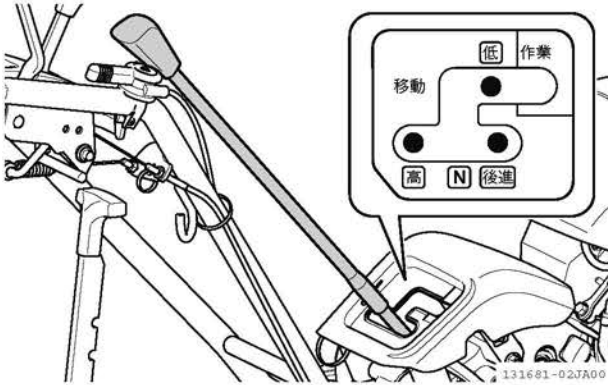

図 2-25 変速レバー
1. 変速レバーを「低（低速）」、「高（高速）」、「後進」のいずれかの位置にします。（図 2-25）